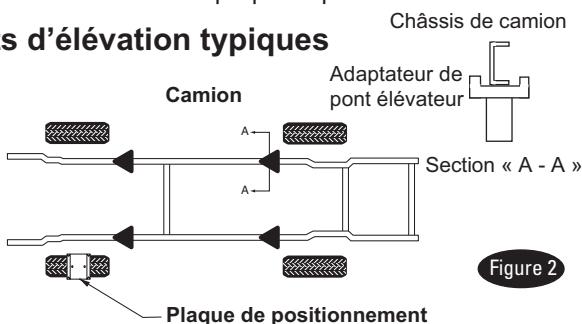

Figure 2
3. Chargement : Placez les bras pivotants sous le véhicule et positionnez les adaptateurs aux points de levage recommandés par le constructeur automobile, Figure 2. Utilisez les extensions d'adaptateurs optionnels pour dégager sous le châssis lorsque nécessaire.